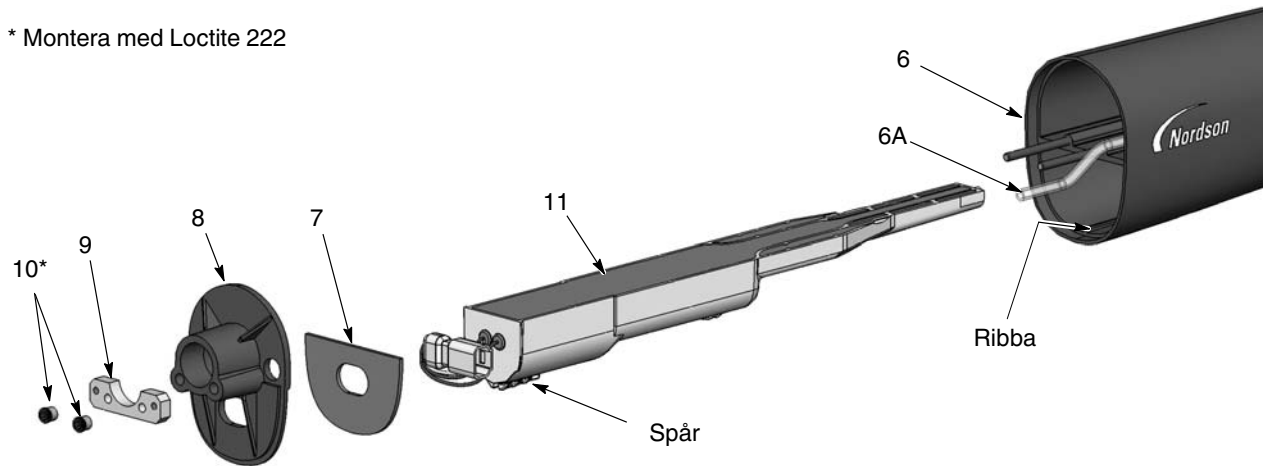

Bild 7-13 Demontering av stångmonterad pistol 2 av 3
4. Se bild 7-13. Med en $\frac{1}{8}$ -tums insexnyckel lossar man de två insexmuttrarna (10) och fästplattan (9) från mellanväggen (8). Ta därefter av mellanväggen från pistolkroppen (6) genom att dra spänningsaggregatets kontaktadel genom väggen.
5. Skjut ut spänningsaggregatet (11) ur pistolkroppen.
7. Packningen (7) är fäst vid mellanväggen med ett kontaktlim. Om packningen är skadad, byt ut den mot en ny.
1. Se bild 7-13. Sätt i spänningsaggregatet (11) i pistolkroppen (6) och kontrollera att pistolkroppens ribba passar in i spåret i spänningsaggregatet. Tryck in spänningsaggregatet ordentligt i pistolkroppen.
2. Drag spänningsaggregatets kontaktdel genom mellanväggen (8), sätt därefter mellanväggen på plats och skruva fast fästplattan (9) på pistolkroppens klackar. Stryk på Loctite 222 på insexmuttrarna (10), skruva därefter fast dem på klackarna och dra åt dem med momentet 0,45 N•m (64 inch-ounces) med en 1/8-tums insexnyckel.